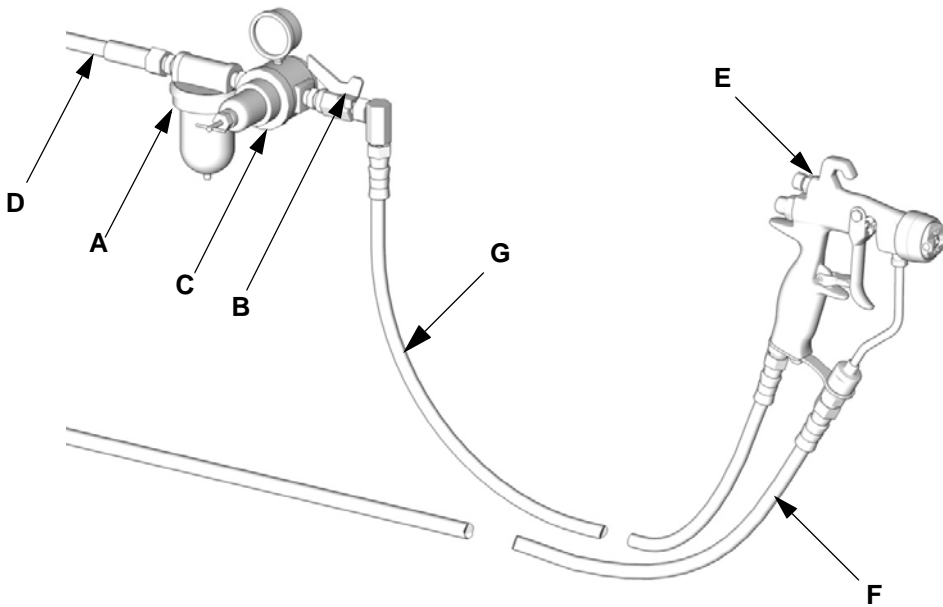

图 1: 典型安装 (所示为 G15 型)
注释：图 1 中所示的典型安装仅为选择和安装空气辅助式喷涂系统的指南。若需要设计一套适合您要求的系统，请向 Graco 公司的经销商联系帮助。
1. 在喷枪的供气管路上安装一个空气过滤器 (A)，确保喷枪供气干燥清洁。污物和水分会毁坏工件成品的外观。见图 1。
2. 在喷枪供气管路上安装一个空气压力调节器 (C)，以便控制喷枪的供气压力。
3. 在喷枪供气管路和泵供气管路上安装一个空气截止阀 (B)，以便切断喷枪供气。